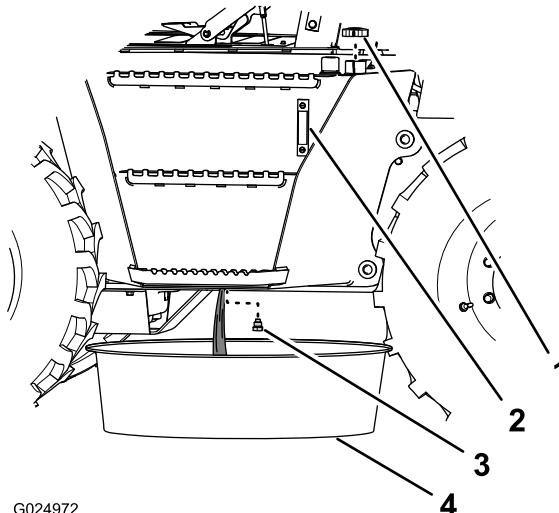

Figura 108
6. Coloque un recipiente con cabida para al menos 190 litros debajo del tapón de vaciado del depósito hidráulico (Figura 108).
7. Retire el tapón de vaciado del depósito hidráulico (ubicado debajo del depósito) y purgue el depósito (Figura 108).
9. Instale el tapón de vaciado (Figura 108).